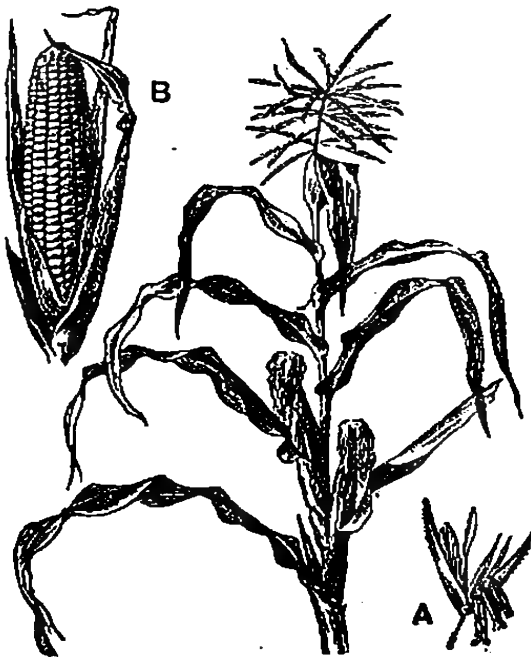

Fig. 338. — Maïs : A, fleur;
9. Maïs. — Dans le Midi, le maïs ou *blé de Turquie*, céréale à grosse lige (*fig. 338*), se cultive pour son grain ; on le sème vers la fin d'avril et on le récolte en septembre. Dans le Centre et le Nord, on l'emploie comme fourrage vert.